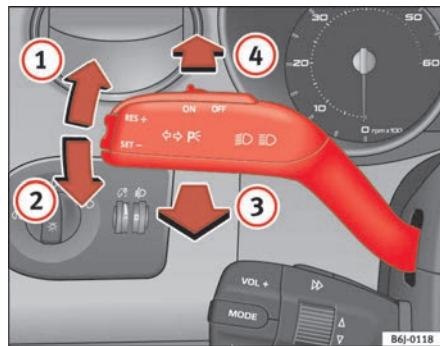

Fig. 56 Palanca de intermitentes y de luz de carretera
- Desplace la palanca hacia arriba hasta el tope ⇒ fig. 56 ① para encender el intermitente **derecho** o bien hacia abajo ②, para encender el intermitente **izquierdo**.
- Desplace la palanca hacia adelante ⇒ fig. 56 ④ para encender la luz de carretera.